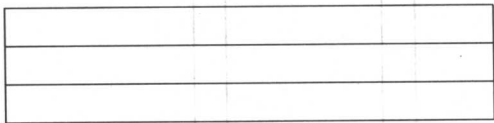

图 2-3 偏移操作
4. 选择“修改”/“偏移”命令,设置偏移距离为 80mm,对图形进行偏移操作,结果如图 2-3 所示。